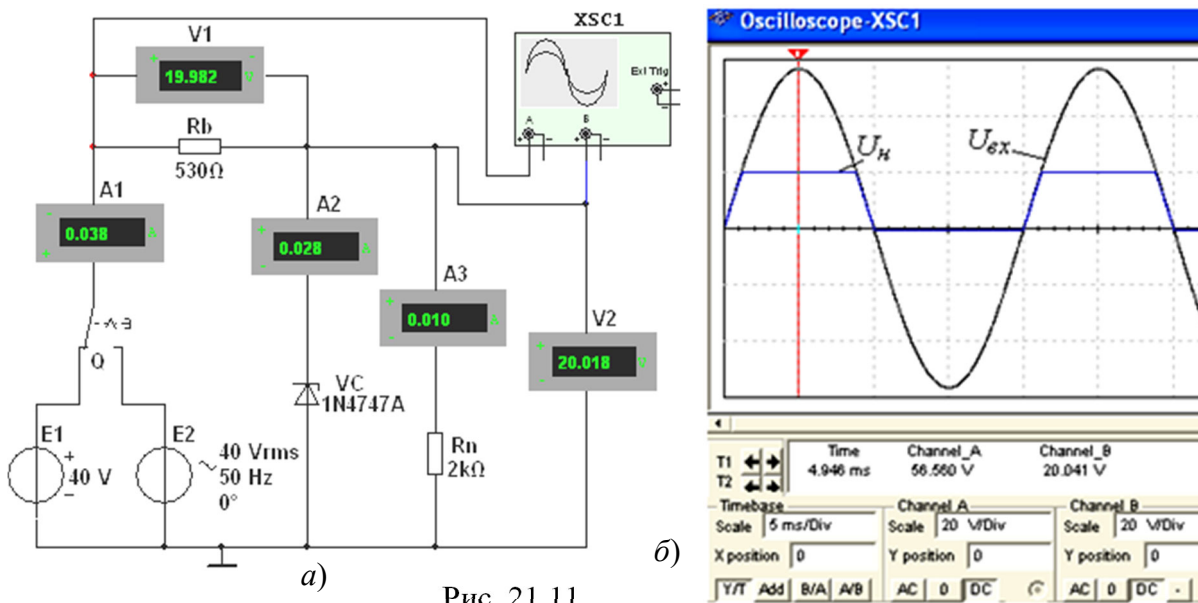

Рис. 21.11
**Задание 2.** Собрать схему испытания стабилитрона (рис. 21.11, а) или открыть файл **21.11.ms10**. Согласно варианту задания (см. табл. 21.2) **выбрать** в библиотеке **Zener** тип стабилитрона **VC**, **рассчитать** и **установить** параметры элементов схемы. С этой целью:
– последовательно щелкая мышью на элементах схемы, **установить** в открывающихся окнах параметры (**Value**) остальных элементов схемы (рис. 21.11): ЭДС источника  $E_1 = E_2 = |2U_{ст.ном}| \approx 40$  В, где  $U_{ст.ном} \approx 1,001U_{ст.мин}$ ; сопротивление балластного резистора  $R_b \approx U_{ст.ном}/I_{ст.ном} = 20,02/(37,5 \cdot 10^{-3}) \approx 530$  Ом, где  $I_{ст.ном} \approx 3I_{ст.мин}$ . **Принять** сопротивление нагрузки  $R_n = 2$  кОм;
– **запустить** программу MS10. **Скопировать** изображение схемы (рис. 21.11, а) на страницу отчёта;
– **установить** переключатель **Q** в правое положение, **запустить** программу, **установить** визирную линию на экране осциллографа **XSC1** приблизительно на максимальное значение положительной полуволны синусоидального напряжения (см. рис. 21.11, б) и **убедиться**, что напряжение на нагрузке ограничено по амплитуде уровнем напряжения  $U_{ст.ном}$ .